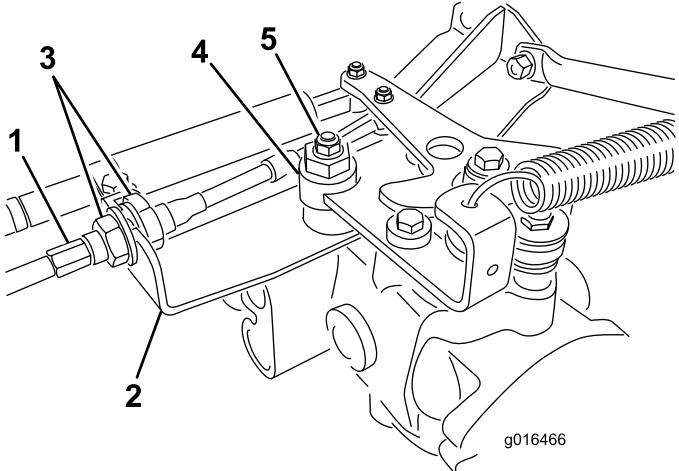

Рисунок 41
- Ослабьте обе контргайки, которые крепят тросик управления тягой к кронштейну на гидростате (Рисунок 41). Ослабьте контргайки одинаково и в степени, достаточной для регулировки.
Примечание: Ослабьте контргайку крепления эксцентрика к верхней части гидростата (Рисунок 41).
- Когда колесо перестанет вращаться, затяните гайку, которая фиксирует эксцентрик и регулировку (Рисунок 41).
- С каждой стороны кронштейна равномерно затяните контргайки, крепящие тяговый тросик (Рисунок 41). Не перекручивайте тросик.